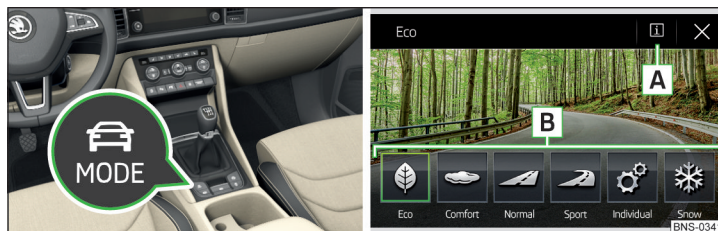

Fig. 308 Tasta pentru selectarea regimului de deplasare/Afișajele de pe ecranul Infotainment
▶ Apăsați tasta » fig. 308.
Pe ecranul Infotainment se afișează următoarele suprafețe de comandă funcții » fig. 308.
▶ Prin atingerea suprafeței de comandă funcții corespunzătoare de pe ecranul Infotainment » fig. 308.